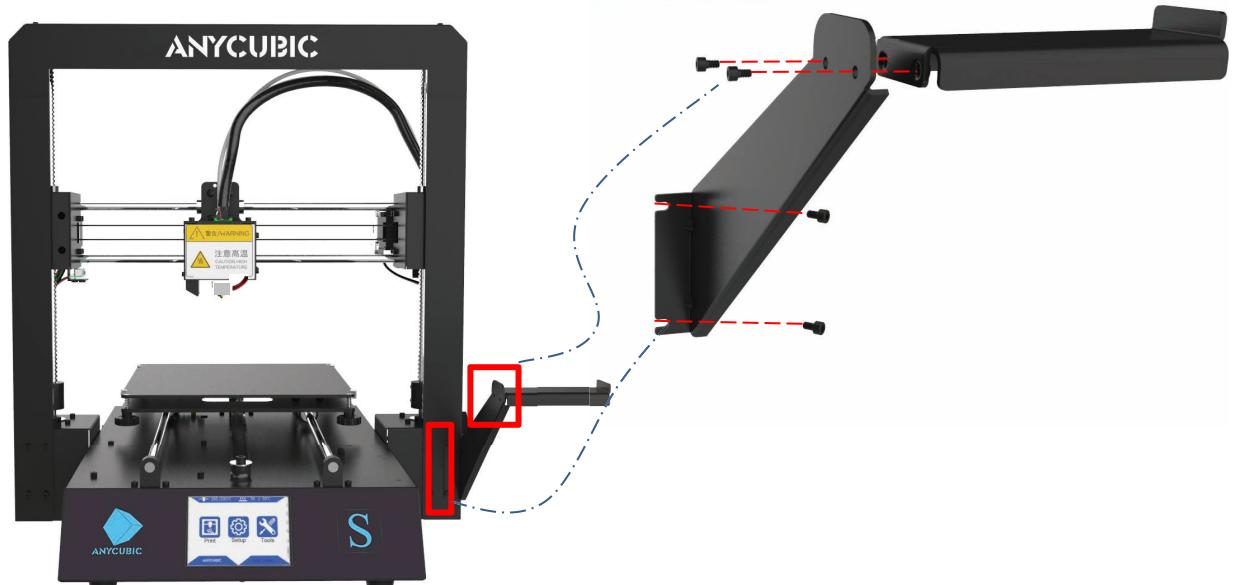

図 2
(2) 図2のように2枚のM3*5ネジでフィラメントホルダーを組み立てます。そしてフレームを固定している2枚のM3*5ネジを外し、図のようにフィラメントホルダーを取り付けます。